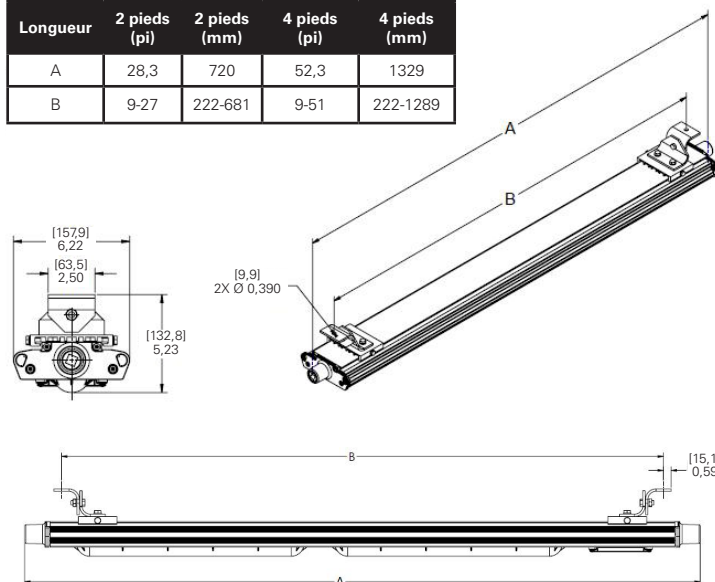

Figure 5 : DP1050MTK Montage pivotant
- Marquer et percer des trous pour fixer les supports pivotants. Utiliser le centre de deux boulons de 1/4 po (non inclus) pour centrer les mesures. Pour les supports pivotants, les trous peuvent être espacés selon les besoins. Il est recommandé de les séparer d'au moins 12 po (305 mm) (voir figure 5).